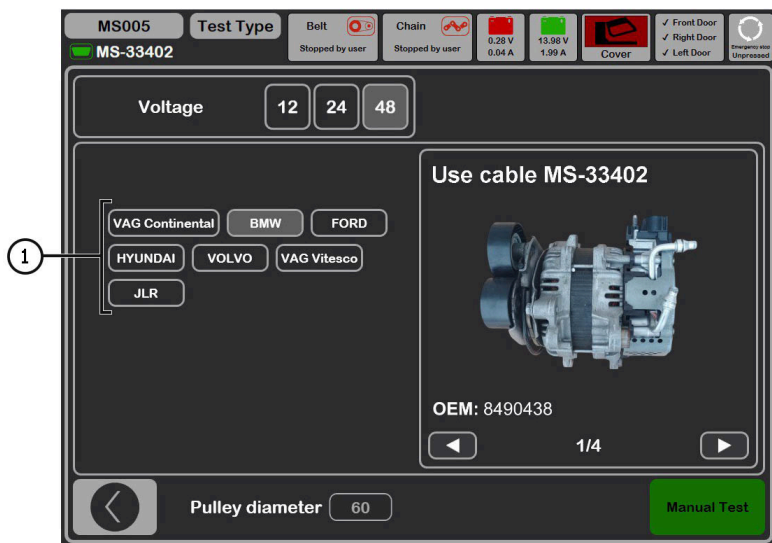

Рисунок 28. Меню вибору генератора 48 В
4. Увійдіть до меню «**Alternator**». Виберіть режим діагностики генераторів 48 В та відповідну генератору модель автомобіля або OEM-номер агрегату (див. поз. 1, рис. 28). Також задайте значення діаметра шківів генератора.